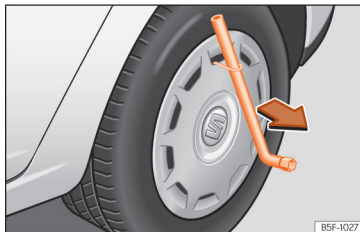

Abb. 33 Die Radvollblende vom Rad abnehmen.
- Schieben Sie den Radschlüssel durch den Drahtbügel, nutzen Sie den Reifen als Hebel und ziehen Sie die Radvollblende ab » » **Abb. 33**.